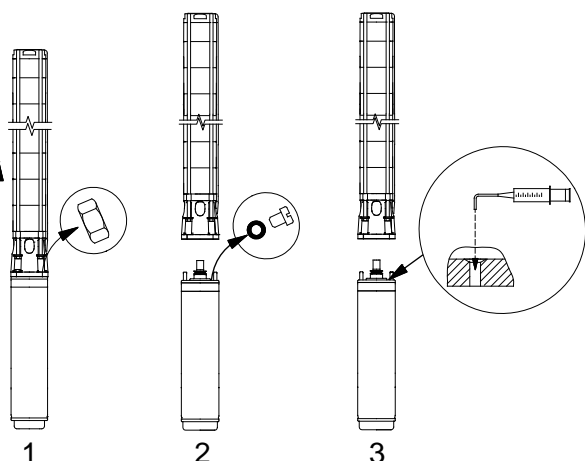

Fig. 3
- Om motorn levererats från lager, skall vätskenivån kontrolleras, innan motorn monteras på pumpen, se fig. 3.
- Vid service skall vätskenivån kontrolleras, se fig. 3.
1. Placera undervattenspumpen som visas i fig. 3. Påfyllningsskruven skall vara motorns högsta punkt.
3. Pumpa in vätska i motorn med sprutan, fig. 3, tills vätskan rinner över i påfyllningshålet.